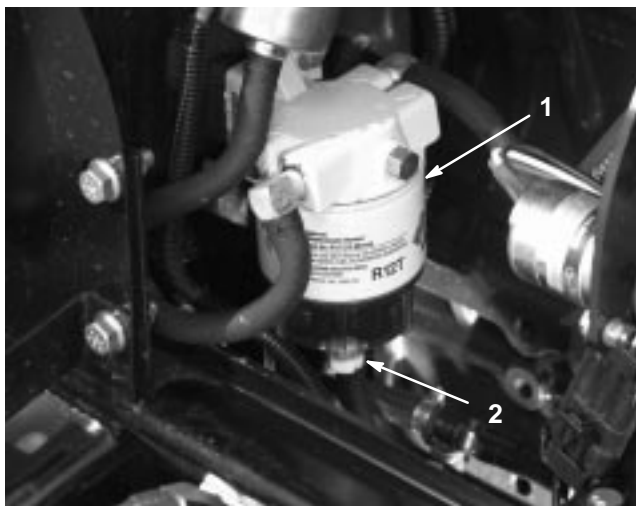

Figure 50
Vidangez chaque jour l'eau ou autres impuretés qui se trouvent dans le séparateur d'eau (Fig. 50).
2. Dévissez le bouchon de vidange en bas de la cartouche du filtre (Fig. 50). Revissez le bouchon quand la vidange est terminée.